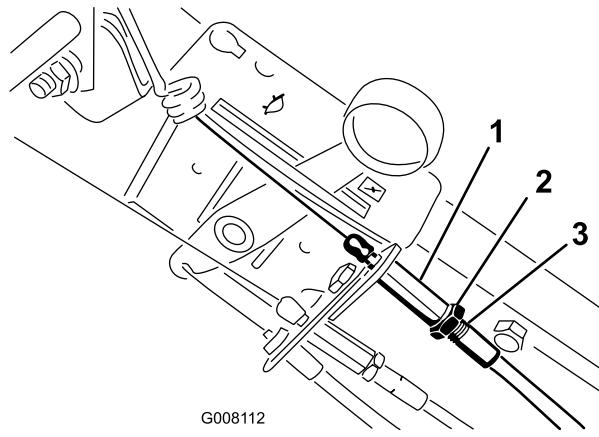

Figure 31
4. Ajustez le dispositif de réglage du câble sur le guidon de sorte à ce que 6 mm de filetage soit visible, puis serrez l'écrou (Figure 31).